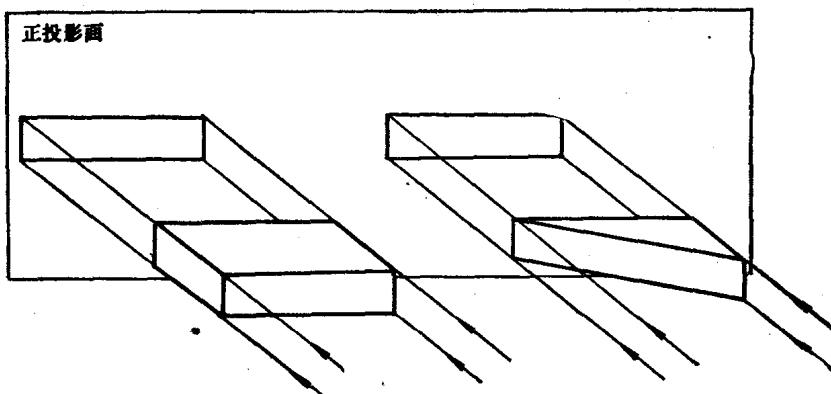
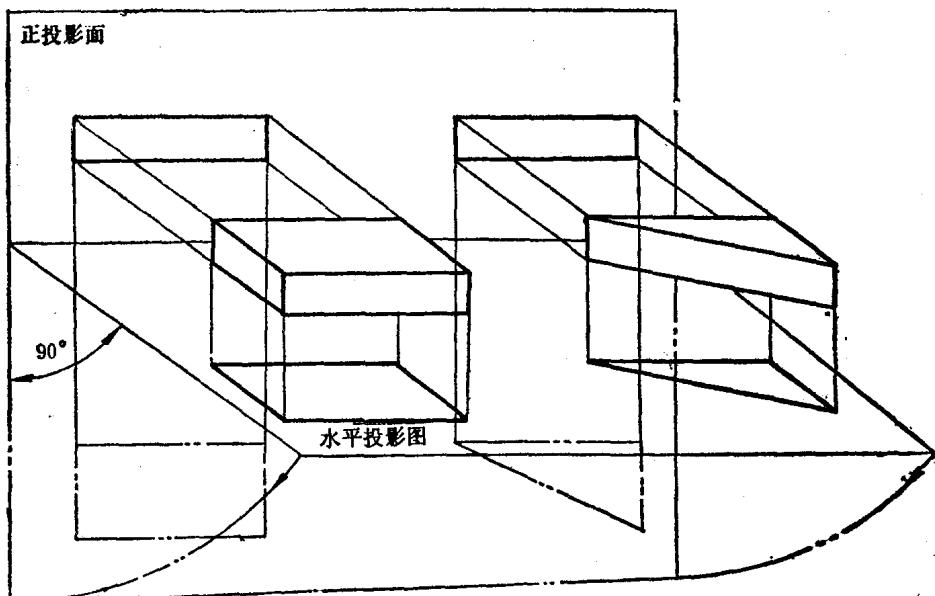

图1-8 长方体与三棱柱的一面视图
图1-9 长方体与三棱柱的两面视图
再看图1-8所示的一面视图，由图可知：不同的物体（长方体和三棱柱）却有完全相同的一面视图。因此，只根据物体的一面视图，如果不附加其它条件，是不能确切地表达和区分不同的物体的。
2. 两面视图 我们在图1-8的基础上再增加一个与原投影面垂直且水平放置的新投影面，然后再观察长方体与三棱柱在新投影面上的投影，如图1-9所示。